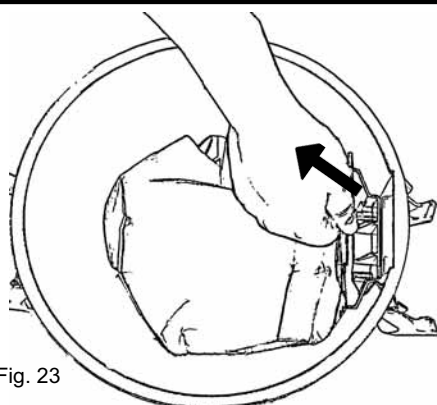

Fig. 23
6. Pour déposer le sac à poussière, saisissez le renfort en carton et retirez précautionneusement le papier-carton et le sac du bac, fig. 23.